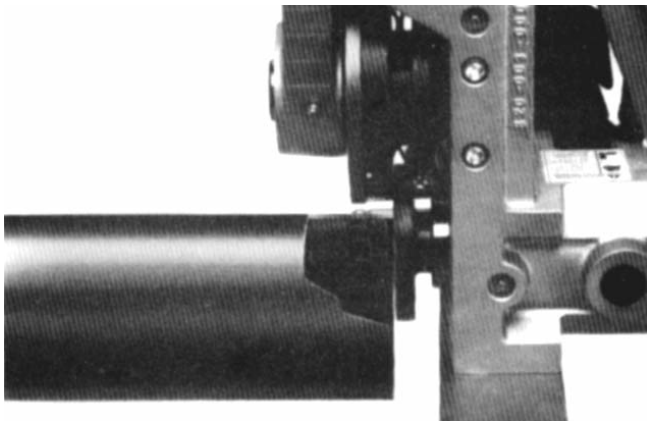

Figure 10 – Détail d'un tuyau en butée contre le rebord du galet de rainurage
3. Mettez le tuyau et son support bien d'équerre par rapport à la rainureuse à galets, tout en vous assurant que le tuyau vient buter contre le rebord du galet de rainurage (*Figure 10*).